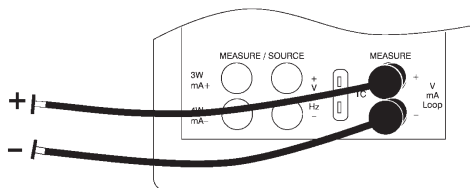

Abb. 16. Isolierter Eingang
2. Den gewünschten primären Parameter für die Messung auswählen. Die Leitungen an die isolierten Eingängen des Kalibrators wie in Abb. 16 anschließen.